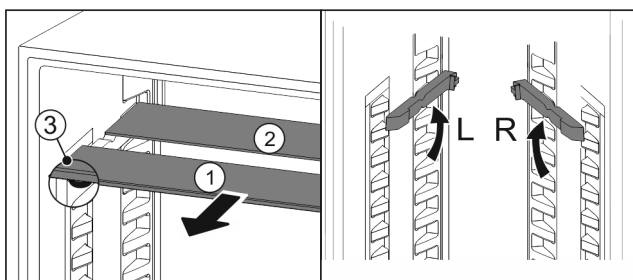

Fig. 69
- ▶ Skleněné desky jednotlivě vytáhněte dopředu Fig. 69 (1).
- ▷ Skleněná deska Fig. 69 (1) s ozdobnou lištou leží vpředu.
- ▷ Zarážky Fig. 69 (3) směřují dolů.